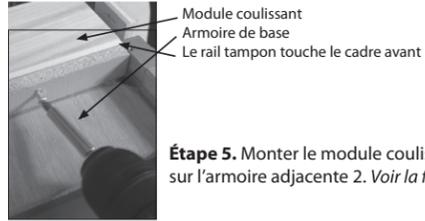

Fig 6
**Étape 5.** Monter le module coulissant sur l'armoire adjacente 2. Voir la figure 6.